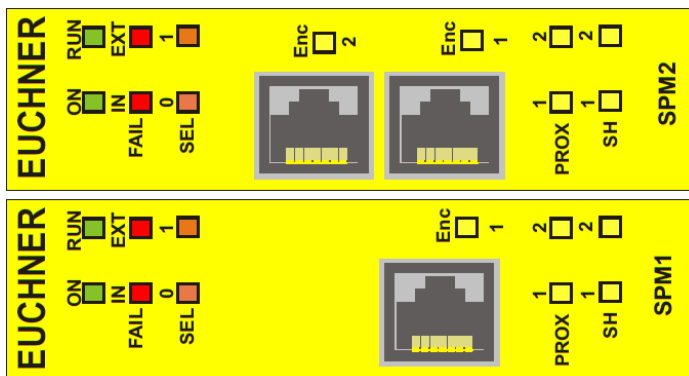

Figure 26:
8.3.14. Modules SPM0 – SPM1 – SPM2 (Figure 26)